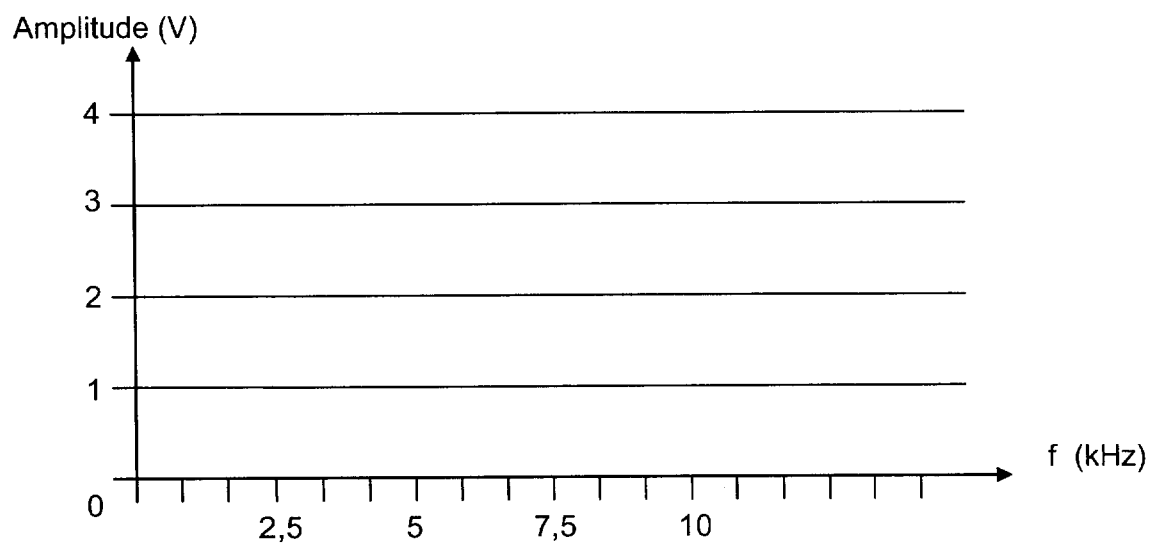

FIGURE 12
2.4 Représenter les quatre premiers termes du spectre en amplitude de  $V_1$  sur la figure 12 du DOCUMENT RÉPONSE N°4.